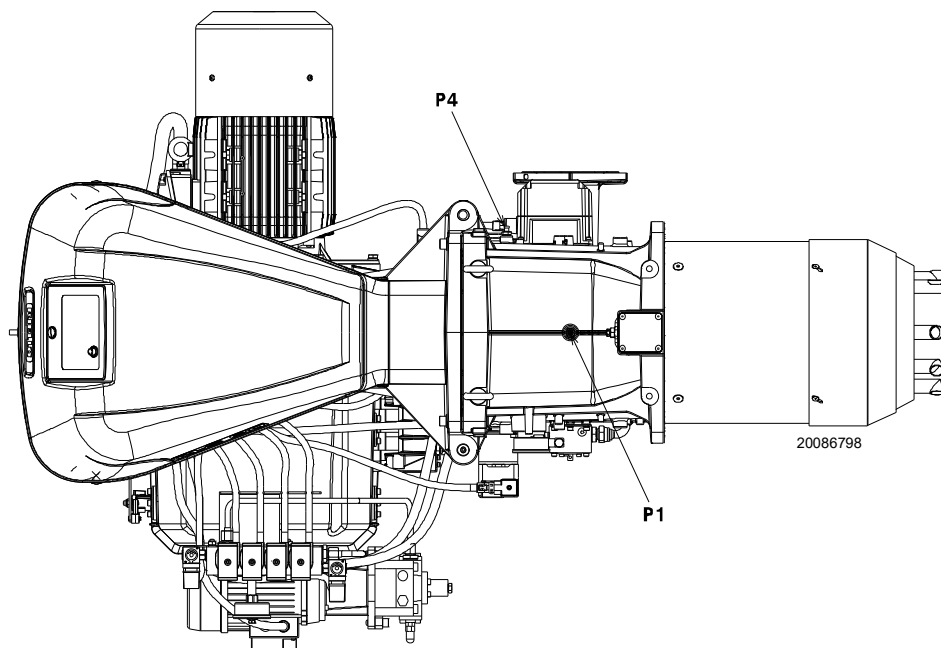

Рис. 27
Тиск газу, виміряний в контрольній точці P1)(Рис. 27), за таких умов:
- відняти тиск у камері згоряння від тиску газу, виміряного в контрольній точці P1) (Рис. 27 на сторінці 30).
(Рис. 27 на сторінці 30)
Для розрахунку необхідного тиску газу в контрольній точці P1) (Рис. 27 на сторінці 30) установіть МАКСИМАЛЬНУ потужність, необхідну для роботи пальника:
- Праворуч (стовпчик 1) наведено тиск у контрольній точці P1) (Рис. 27 на сторінці 30).
Тиск, необхідний у контрольній точці P1)(Рис. 27).